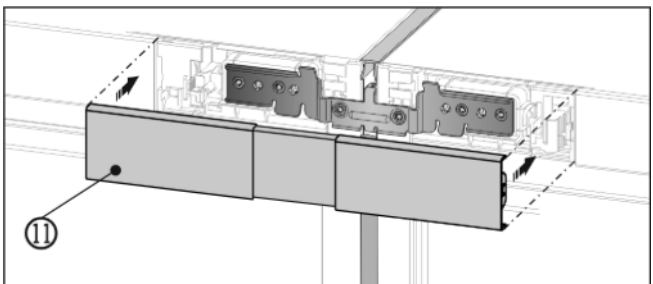

Fig. 15
- ▶ Obere Abdeckung Fig. 15 (11) auf den noch offenen Zwischenraum der beiden Bedienteilblenden aufrasten. Darauf achten, dass die Aussenseiten der Abdeckung bündig mit den Bedienteilblenden abschließen.